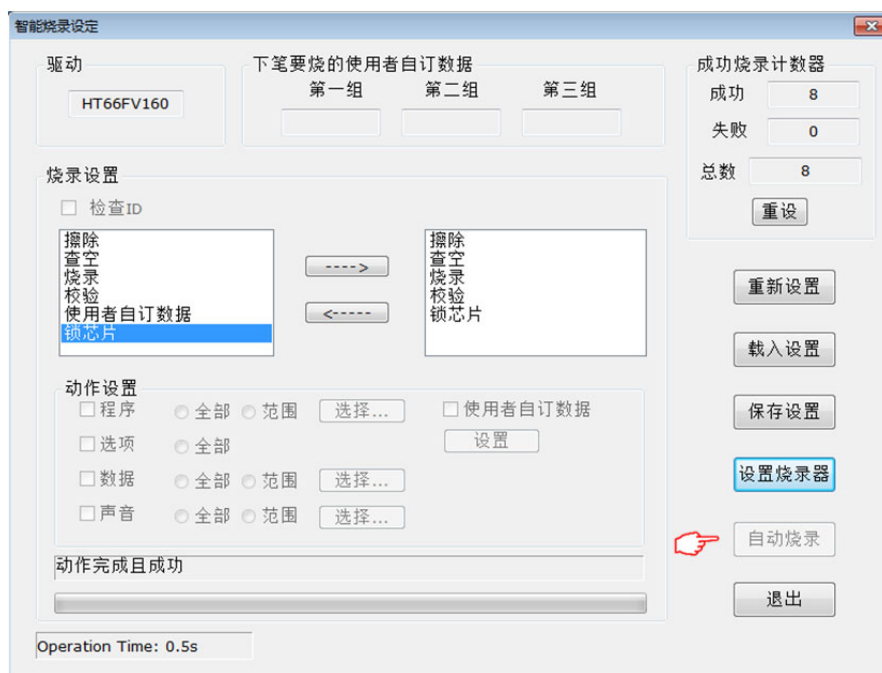

图 13 智能烧录模式设定
- 在线烧录模式不支援智能烧录 (自动烧录), 如图 13 所示, 智能烧录的按钮是失能 (灰色的)。